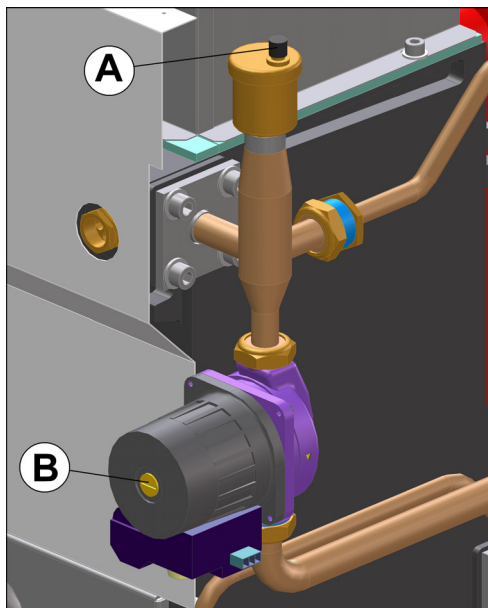

Fig. 7.1
- 7 Sulle caldaie **PE-WT100** allentare il tappo della valvola di sfiato automatico (A in fig. 7.1).
- 7 On **PE-WT100** boilers, loosen the automatic bleed valve cap (A in fig. 7.1).
- 7 En las calderas **PE-WT100** aflojar el tapón de la válvula de purga automática (A en la fig. 7.1).
13 Procedere allo sfiato dell'aria nel circolatore allentando il tappo (B in fig. 7.1). Nel caso sia necessario eseguire lo sblocco del circolatore, togliere completamente il tappo e girare il rotore nel senso della freccia posta sulla targhetta.
13 Bleed off air from the circulator pump, loosening the cap (B in fig. 7.1). If the circulator needs to be unjammed, remove the cap completely and turn the rotor in the direction of the arrow on the plate.
13 Purgar el aire en la bomba de circulación aflojando el tapón (B en la fig. 7.1). En caso de que sea necesario desbloquear la bomba de circulación, sacar totalmente el tapón y girar el rotor en el sentido indicado por la flecha que se encuentra en la placa